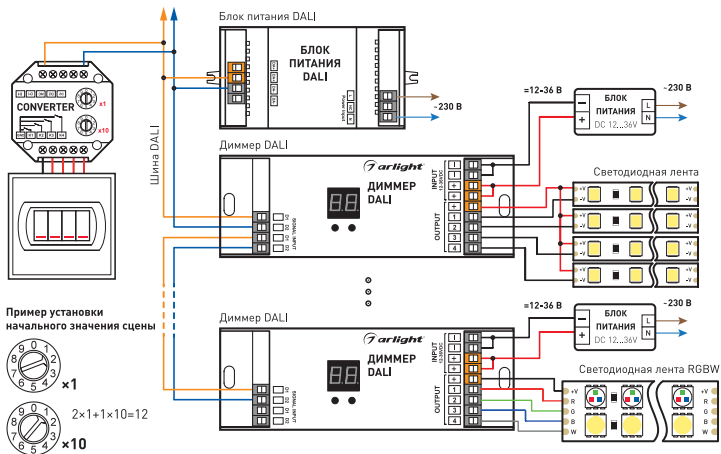

Рисунок 1. Схема подключения конвертера.
- 3.2. Подключите кнопочный выключатель с нормально разомкнутыми контактами к клеммам GND (общий провод всех кнопок) и K1, K2, K3, K4 (см. Рис. 1).
- 3.4. Установите начальный номер сцены. Установка выполняется двумя переключателями на корпусе конвертера. Первым переключателем устанавливаются единицы, вторым — десятки. На Рис. 1 показан пример установки числа 12. При такой установке кнопка 1 будет управлять сценой 12, кнопка 2 — 13, кнопка 3 — 14, кнопка 4 — 15. Максимально возможное количество адресов и устройств на одной шине DALI — 64. Максимально возможное количество сцен на одной шине DALI — 16.